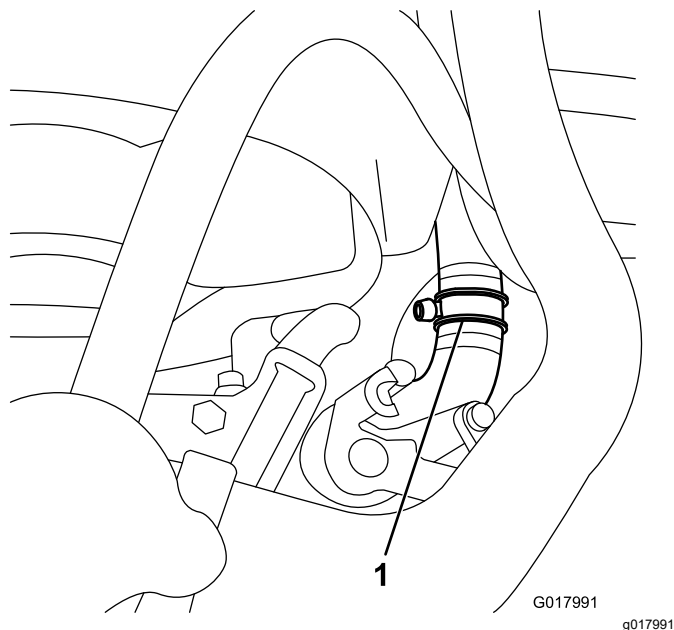

Рисунок 33
3. Разрежьте нижний шланг радиатора на расстоянии примерно 54 мм от конца шланга, идущего в радиатор (Рисунок 33).
4. Вставьте тройник в разрез нижнего шланга радиатора, закрепив соединение с помощью двух широких шланговых хомутов (Рисунок 33).